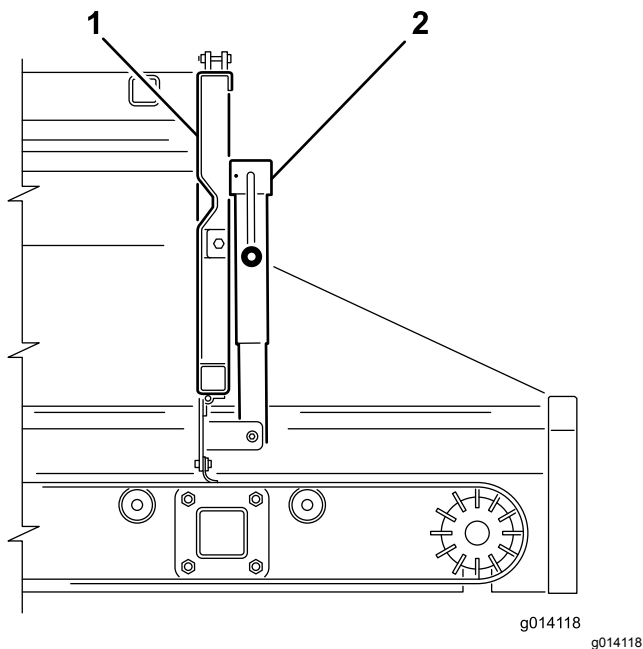
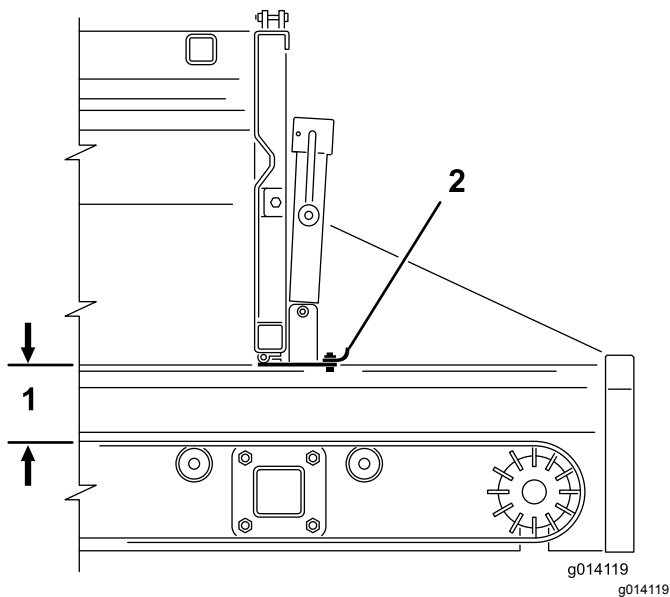

Bild 38
Bild 39
2. Öffnen oder schließen Sie den verstellbaren Teil der Heckklappe mit dem Achsständergriff (Bild 38 und Bild 39). Dies schränkt den Materialfluss beim Verwenden einer Option ein.